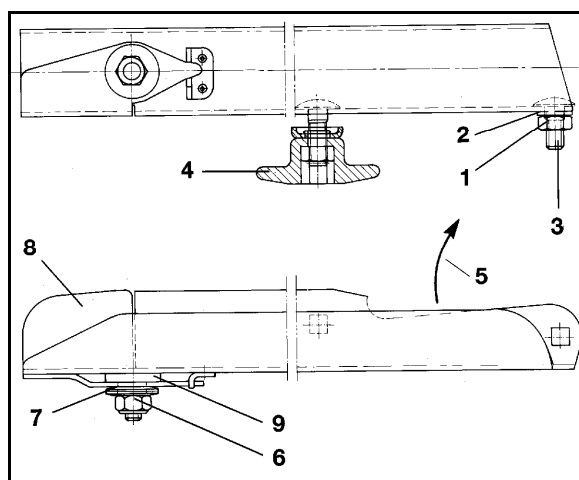

Рис. 78
1. Отверните самостопорящуюся гайку (Рис. 78/6).
2. Снимите с фиксирующего пальца самостопорящуюся гайку (Рис. 78/6), тарельчатые пружины (Рис. 78/7) и поворотную пластину (Рис. 78/8).
3. Обратите внимание на то, чтобы пластиковая шайба (Рис. 78/9) оставалась на фиксирующем пальце.
- 4.1 Надвиньте новую поворотную пластину (Рис. 78/8) на фиксирующий палец.
- 4.2 Надвиньте на фиксирующий палец тарельчатые пружины (Рис. 78/7) меняя направление (не укладывать в стопу).
- 4.3 Зафиксируйте подвижно на распределительной лопасти пластиковую шайбу (Рис. 78/9), поворотную пластину (Рис. 78/8) и тарельчатые пружины (Рис. 78/7) с помощью не бывшей в употреблении самостопорящейся гайки (Рис. 78/6).
- 4.4 Затяните с помощью инструмента самостопорящуюся гайку (Рис. 78/6) таким образом, чтобы поворотная пластина (Рис. 78/8) могла поворачиваться вручную, но при эксплуатации не могла самостоятельно поворачиваться вверх.